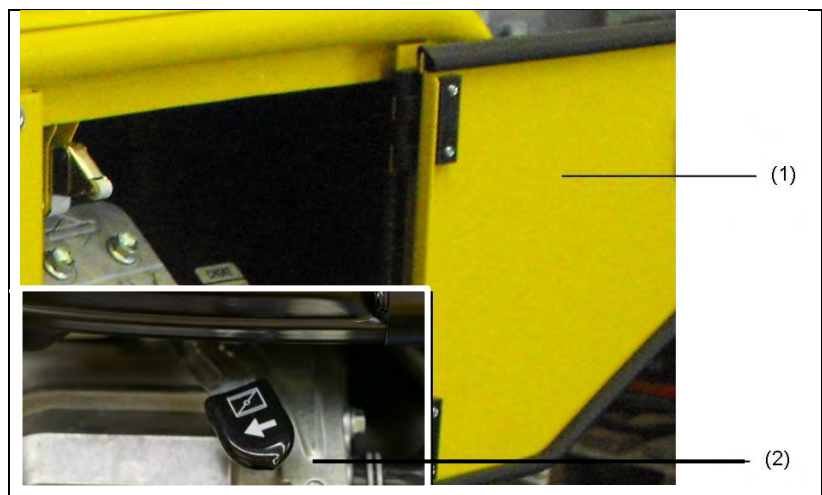

Abb. 4-1: Hand-Choke ziehen
2. Klappe-Seite (Abb. 4-1-(1)) öffnen.
3. Hand-Choke (Abb. 4-1-(2)) in Pfeilrichtung drücken (bei kaltem Motor ganz, bei warmen Motor entsprechend weniger) und festhalten.
5. Den Choke (Abb. 4-1-(2)) wieder in Grundstellung bringen.
4. Hand-Choke (Abb. 4-1-(2)) in Pfeilrichtung drücken (bei kaltem Motor ganz, bei warmen Motor entsprechend weniger) und festhalten.